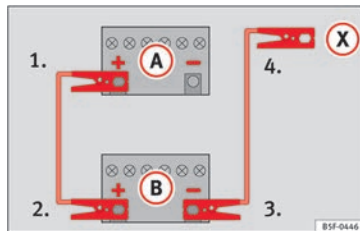

Fig. 79 Schéma de branchement pour les véhicules non équipés du système Start-Stop.
hicule dont la batterie est déchargée (A) » » » **fig. 79.**
3. Raccordez l'autre extrémité du câble de démarrage *rouge* à la borne positive (+) du véhicule fournissant le courant (B).
- 4a. *Sur les véhicules sans système Start-Stop* : raccordez une extrémité du câble d'urgence *noir* à la borne négative (-) du véhicule fournissant le courant (B) » » » **fig. 79.**